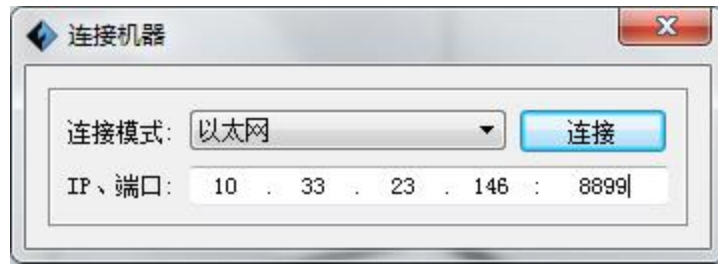

图7-17
① 首先使用网线连接打印机右侧的插口和电脑；
② 打开打印机和 FlashPrint 软件；
③ 点击菜单栏中的[打印]-[连接]，在弹出的连接机器对话框中，（图 7-17）选择以太网作为连接模式，并在 IP 端口栏输入打印机界面显示的 IP 地址。